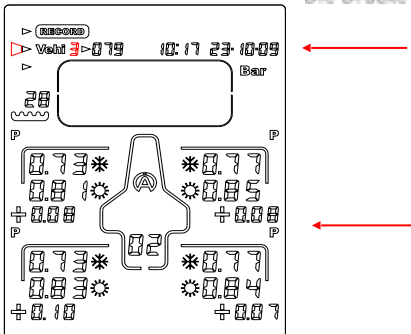

Abbildung 2
- 2) Mit der Taste  oder  wählen Sie das Symbol "Vehi" (Abbildung 2)
- 3) Mit der Taste  oder  wählen Sie das gewünschte Fahrzeug (insgesamt 5) (Abbildung 2)